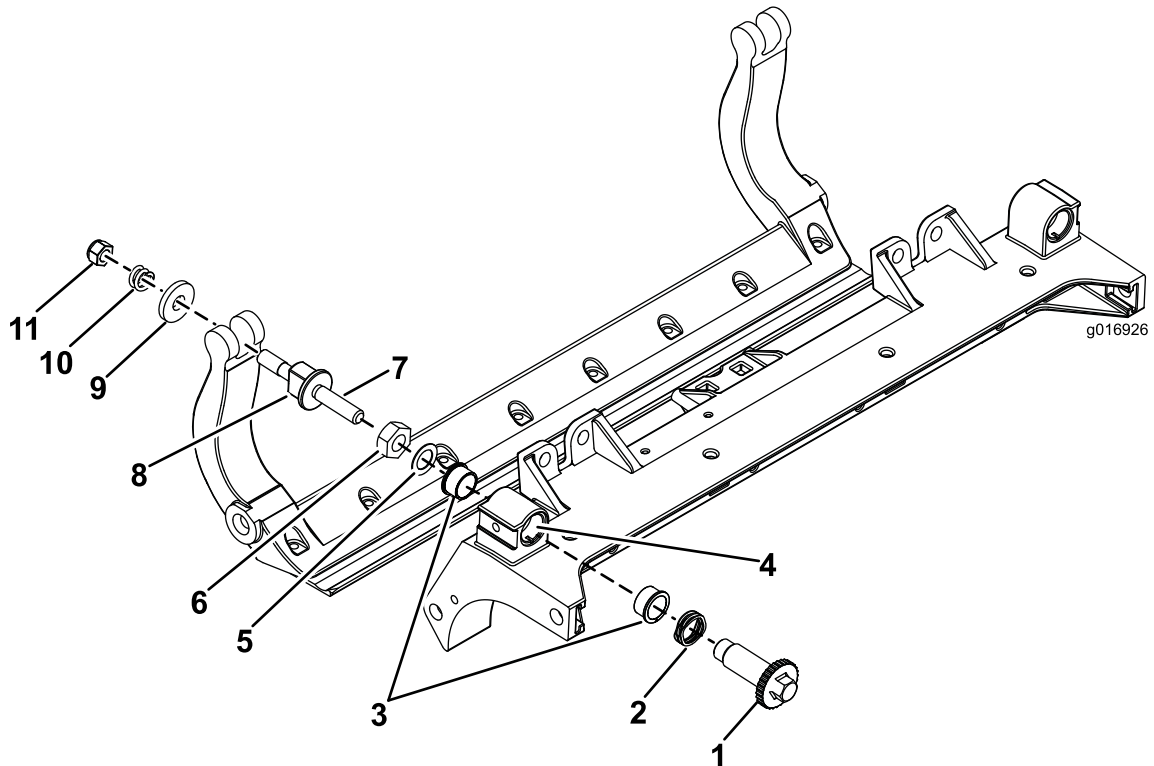

Figura 33
1. Retire todas las piezas (consulte las *Instrucciones de instalación* del Kit HD DPA y la Figura 33).
2. Aplique compuesto antigripante en la parte interior de la zona de los casquillos del bastidor central de la unidad de corte (Figura 33).
3. Alinee los salientes de los casquillos con brida con las ranuras del bastidor, e instale los casquillos (Figura 33).
4. Instale una arandela ondulada sobre el eje del ajustador e introduzca el eje del ajustador en los casquillos con brida del bastidor de la unidad de corte (Figura 33).
5. Sujete el eje del ajustador con una arandela plana y una contratuerca (Figura 33).
12. Coloque una arandela de acero por fuera de cada arandela de nylon (Figura 33).
Nota: Las arandelas del interior pueden tener cierta holgura (Figura 33).
15. Apriete la tuerca de cada ajustador de la barra de asiento hasta que el muelle de compresión esté comprimido del todo, luego afloje la tuerca $\frac{1}{2}$ vuelta (Figura 33).